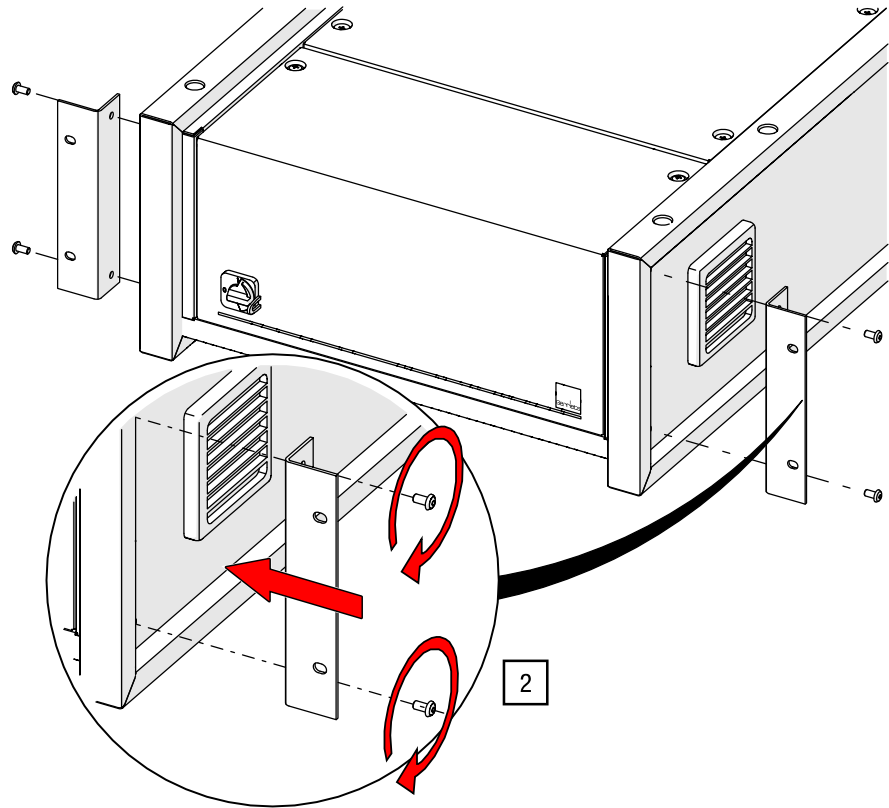

Abb. 34: Rack-Montagewinkel anschrauben (Modell kann abweichen)
- Rack-Montagewinkel anschrauben 2. Schrauben Sie die Montagewinkel mit den Innensechskantschrauben auf beide Seiten der Steuerung G-FRAME (siehe Abb. 34).